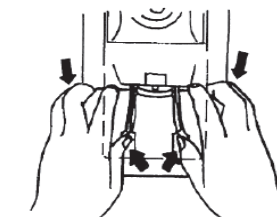

図8
- 1) 使用後、リザーバを外し、洗浄 (図8)。止めづめを親指で外し、同時に人差指でリザーバを引っ張ってください。
- 3) ベースプレート、カバー、リザーバを取付けてください (図8,9,10)。